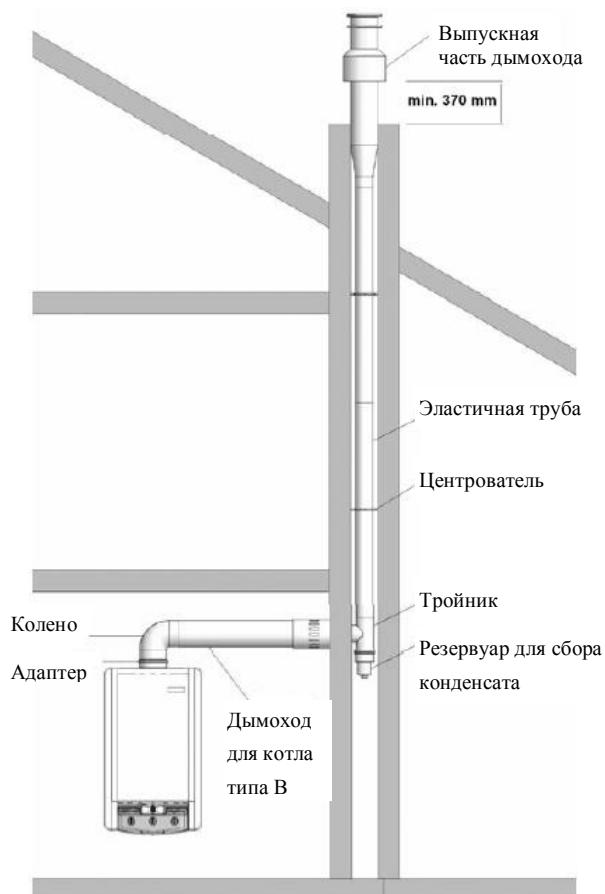

Рис. 18
- i) Если к котлу не подключен комнатный термостат, выньте перемычку из гнезда X1 A, указанном на Рис. 1. - Штекер пульта дистанционного управления необходимо напрямую подключить к гнезду X1A, как показано на Рис. 18. Кроме этого, на этом рисунке вы видите, как необходимо подключить входной адаптер 9В пульта дистанционного управления и телефонную линию.